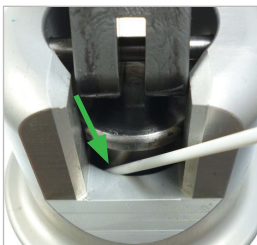

Figure 11
- ▶ Vaporisez brièvement une fois le lubrifiant avec le petit tube entre le boîtier et le piston sur l'actionnement par levier de serrage (Figure 11).